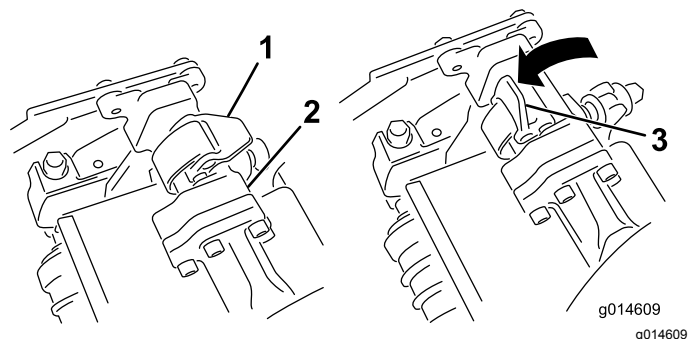

Figura 11
5. Con los enganches del brazo de suspensión orientados hacia arriba (es decir, abiertos) (Figura 11), empuje hacia abajo el brazo de suspensión de modo que la barra encaje en la barra situada en la parte superior de la unidad de corte (Figura 12).
6. Presione los enganches hacia abajo alrededor de la barra de la unidad de corte y bloquéelas (Figura 11).